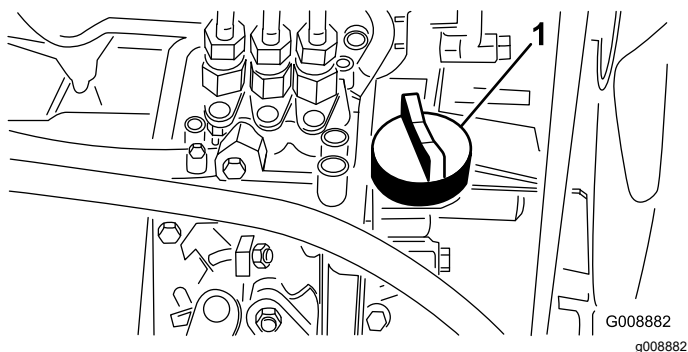

Figure 53
4. Si le niveau est bas, retirez le bouchon de remplissage (Figure 53) et versez progressivement de petites quantités d'huile, en vérifiant fréquemment le niveau, jusqu'à ce que l'huile atteigne le repère maximum sur la jauge.